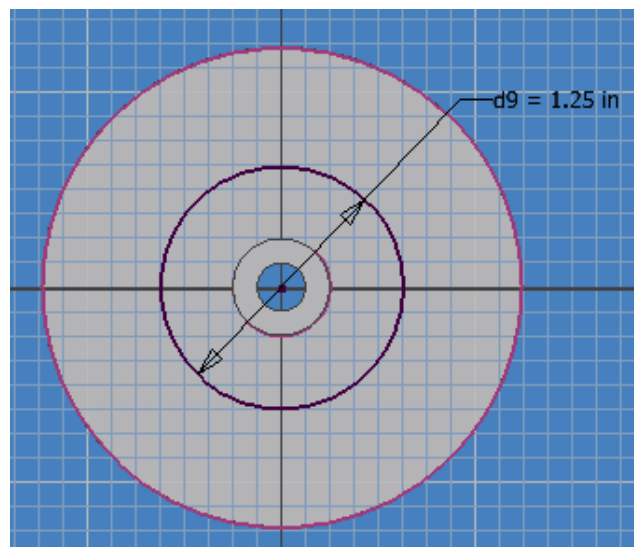

Figura 4.16 Reposicionamiento del solido para la creación de bocetos 2D.
19.-Una vez que está posicionado en la vista superior, seleccione nuevamente ese plano de trabajo y cree un NEW SKETCH con el fin de crear un patrón circular, figura 4.16.